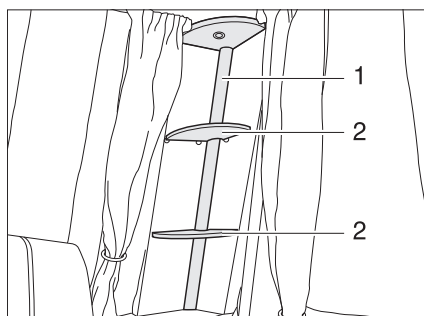

Fig. 178 Colonne lumineuse
- Retirer les étagères (Fig. 178,2).
- Serrer légèrement le verre de la lampe (Fig. 178,1) et le retirer.